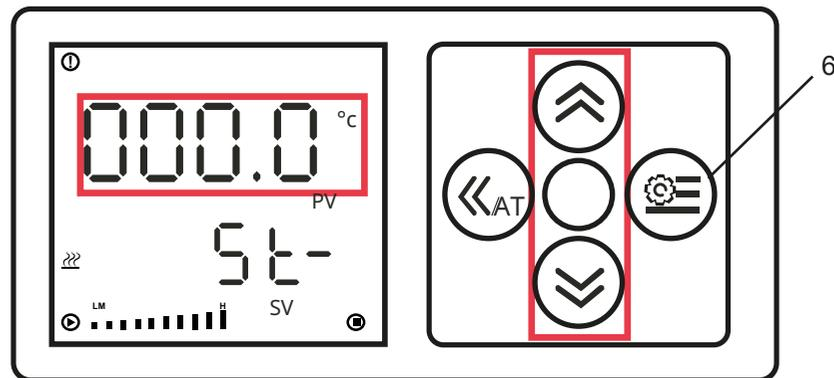

Figura 6. Desactivar tiempo continuo
1. Modificar con las flechas el valor St a 0000, así como se muestra en la figura 6.